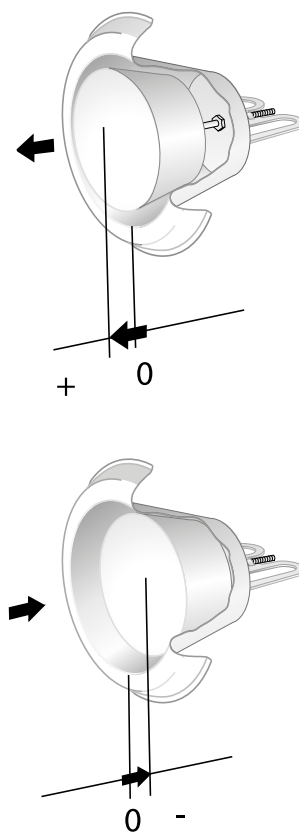

Figure 2. Mise en service.
L'équilibrage du diffuseur se fait par mesure de la pression ou du débit d'air. La pression se mesure à l'aide d'un « crochet dynamométrique », et le débit d'air à l'aide d'un débitmètre. Voir Figure 2.
- Le niveau sonore en dB(A) s'applique à des locaux ayant une surface d'absorption acoustique équivalente de 10 m².
- La valeur de correction de la bande d'octave K_{OK} indique le point zéro du cône selon la figure 2.